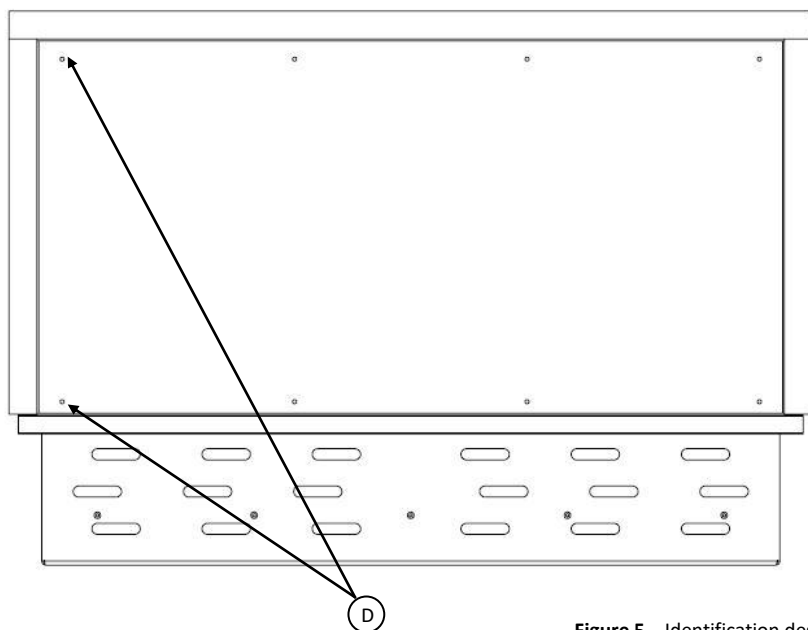

Figure 5—Identification des trous
À l'intérieur il y a des trous (D) nécessaires pour la fixation (Figure 5).